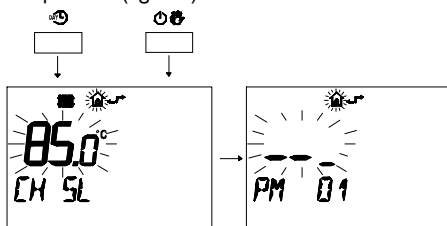

fig. 7.4
- 9 Premere contemporaneamente i pulsanti  e  per entrare nella programmazione trasparente (fig. 7.4)